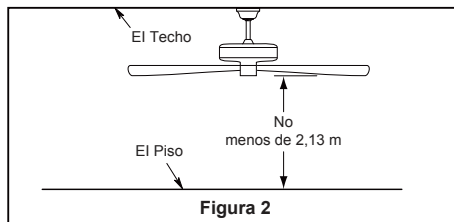

Figura 2
- ☐ 2. Retire el clip de horquilla y pasador de horquilla de la parte inferior de la bola para colgar. Retener el pasador y clip para la reinstalación en el paso 4. (Figura 2)
Debe colgar el ventilador a una distancia mínima de 2,13 m desde las aspas hasta el piso. (Figura 2)